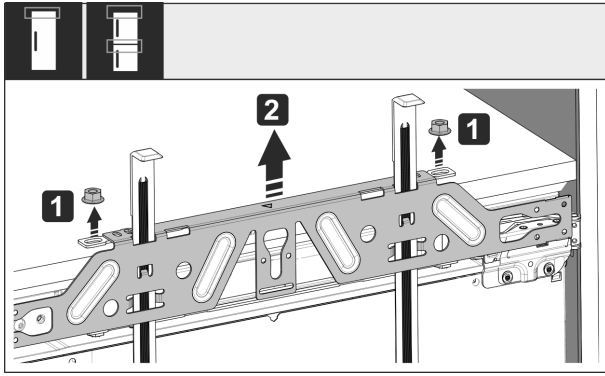

Fig. 52
- ▶ 松开锁紧螺母 Fig. 52 (1)。
- ▶ 取下安装横梁 Fig. 52 (2)。